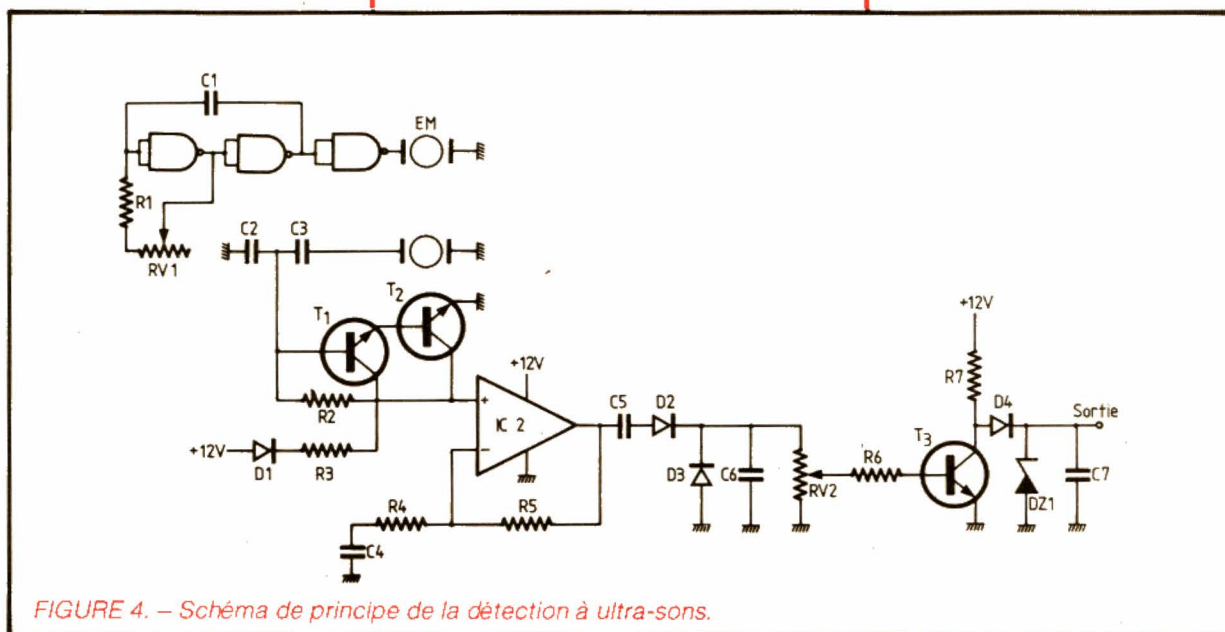
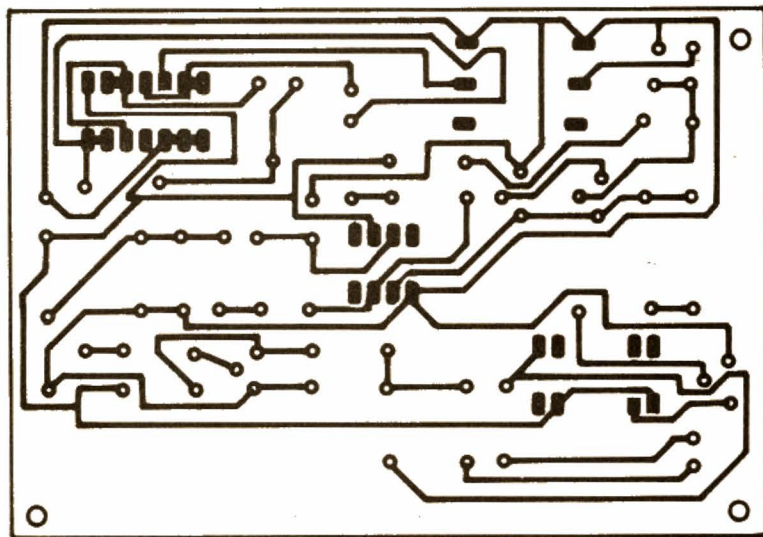
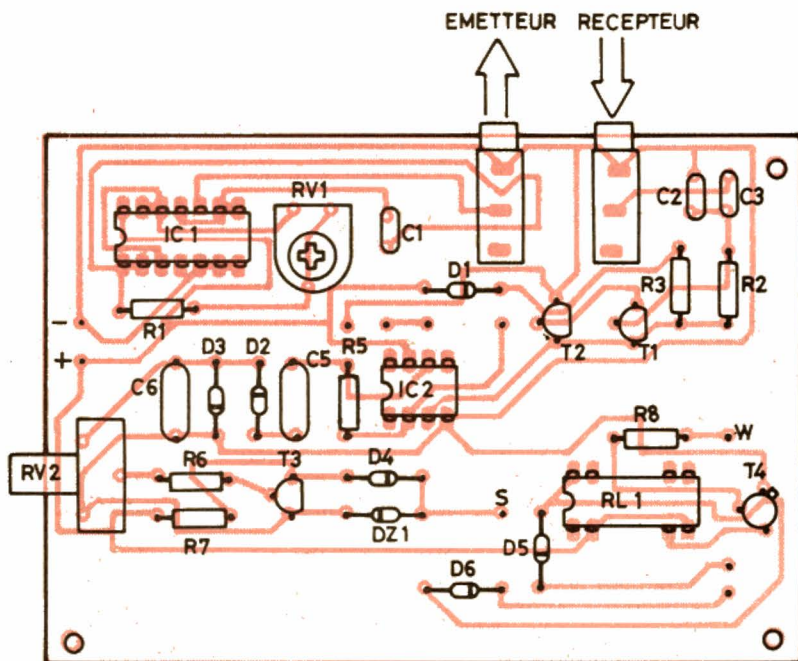

FIGURE 4. — Schéma de principe de la détection à ultra-sons.
FIGURE 5. - Circuit imprimé du détecteur à ultra-sons + warning.
FIGURE 6. - Détecteur à ultra-sons + warning, vu côté composants.
Un très classique CD4011 monté en oscillateur va nous fournir une suite d'impulsions dont l'amplitude variera de 12 à 18 V suivant la tension batterie. Un C-MOS comme le 4011 nous est apparu suffisant pour piloter correctement notre émetteur (6 heures de fonctionnement ininterrompu sans problèmes ni échauffement). En réception, on trouvera des BC239C qui sont des transistors à grand gain (800) et très faible bruit. Ce signal amplifié va alors être appliqué à l'entrée non inverseuse d'un classique amplificateur opérationnel (471) à qui sera confiée l'amplification finale. Un dernier transistor nous permettra de polariser correctement l'entrée du 74374 de la carte microprocesseur. Schéma de principe figure 4, tracé figure 5, implantation figure 6.